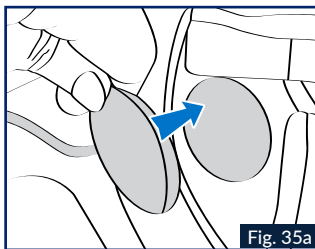

Fig. 35a
6. Fügen Sie in die Aussparungen für die Ohrstöpsel die linken und rechten Lautsprecher des **SENA FOR SHARK (Bluetooth oder Mesh)** ein. Sie werden am Klettverschluss auf der Rückseite der Lautsprecher und am Klettverschluss auf den Schaumstoffstöpseln in den Aussparungen für die Ohrstöpsel angebracht. Abb. 35a/b